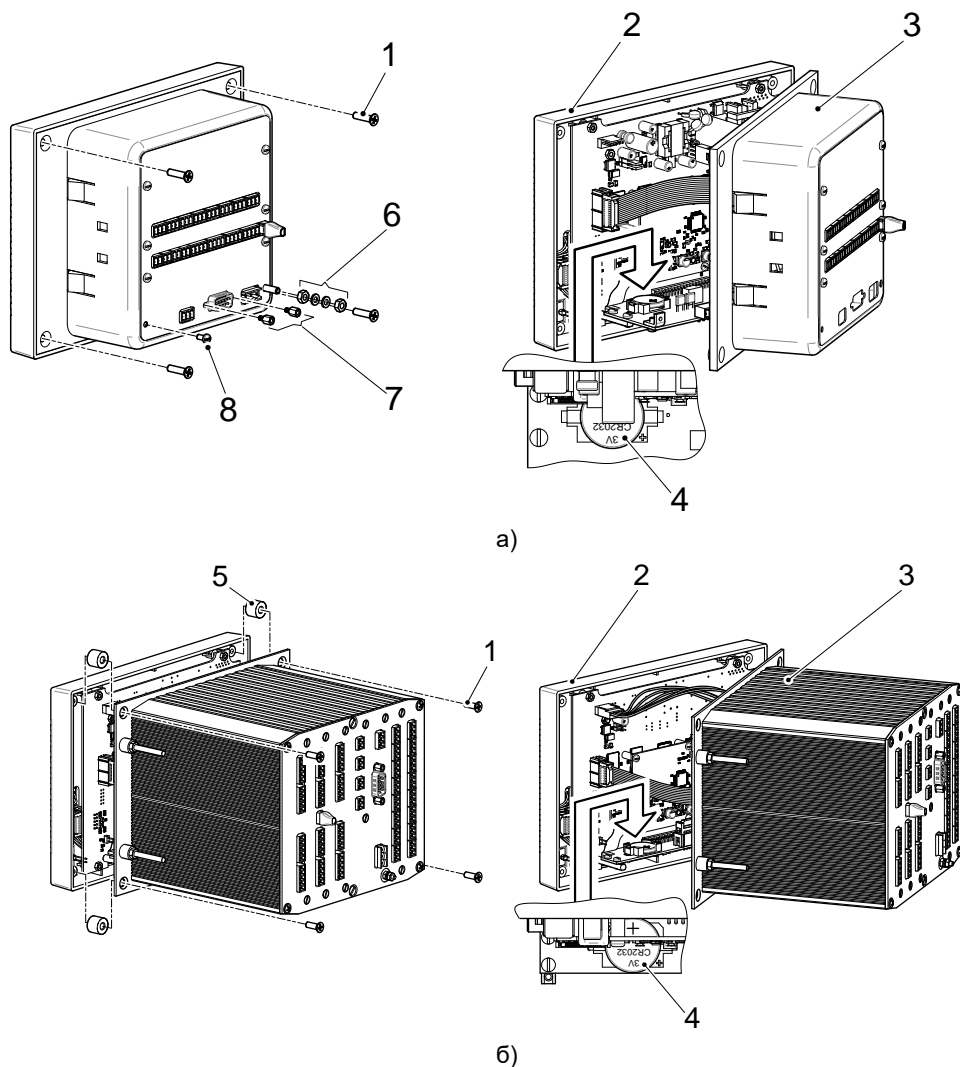

Рисунок 4.1. Иллюстрации к описанию процесса замены батареи часов регистратора (а – для исполнения 1, б – для исполнения 2)
4.4.3.1 Вывернуть 1 винта (рис. 4.1, поз. 1) (потайные, с крестовым шлицем), скрепляющих лицевую панель с задней частью прибора. В исполнении 1 дополнительно вывернуть с задней панели винт (поз. 8), гайки разъема интерфейса RS-232 (поз.7), отвернуть гайки и снять их вместе с шайбами со шпильки заземления прибора (поз.6).